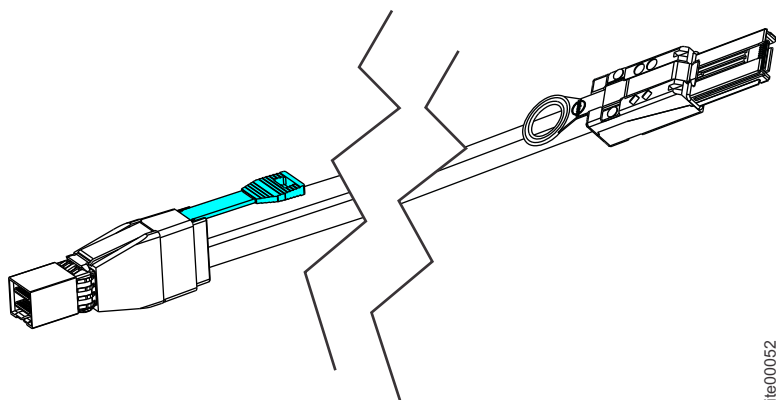

図 120. Mini SAS HD と Mini SAS 間ケーブル
- Mini SAS HD と Mini SAS 間ケーブル (図 120)